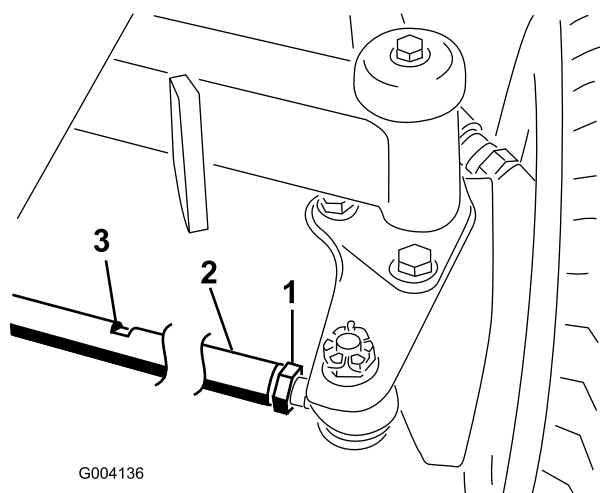

Figura 69
2. Desaperte a porca de bloqueio em cada extremidade da barra de direcção (Figura 69).